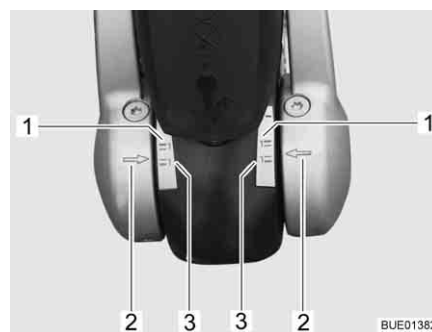

Fig. 211 Visualizador Forros de fricción a la izquierda y derecha
- Si las flechas en la arandela de presión (Fig. 211,2) se encuentran por debajo o sobre la superficie de marcación verde (Fig. 211,3), los forros de fricción estarán como nuevos.
- Si las flechas en la arandela de presión se encuentran dentro de las superficies de marcación (Fig. 211,1 y 3), los forros de fricción estarán ligeramente desgastados.
- Si las flechas en la arandela de presión se encuentran sobre o por encima de la superficie de marcación roja (Fig. 211,1), los forros de fricción estarán desgastados. Dejar que los forros de fricción sean sustituidos.